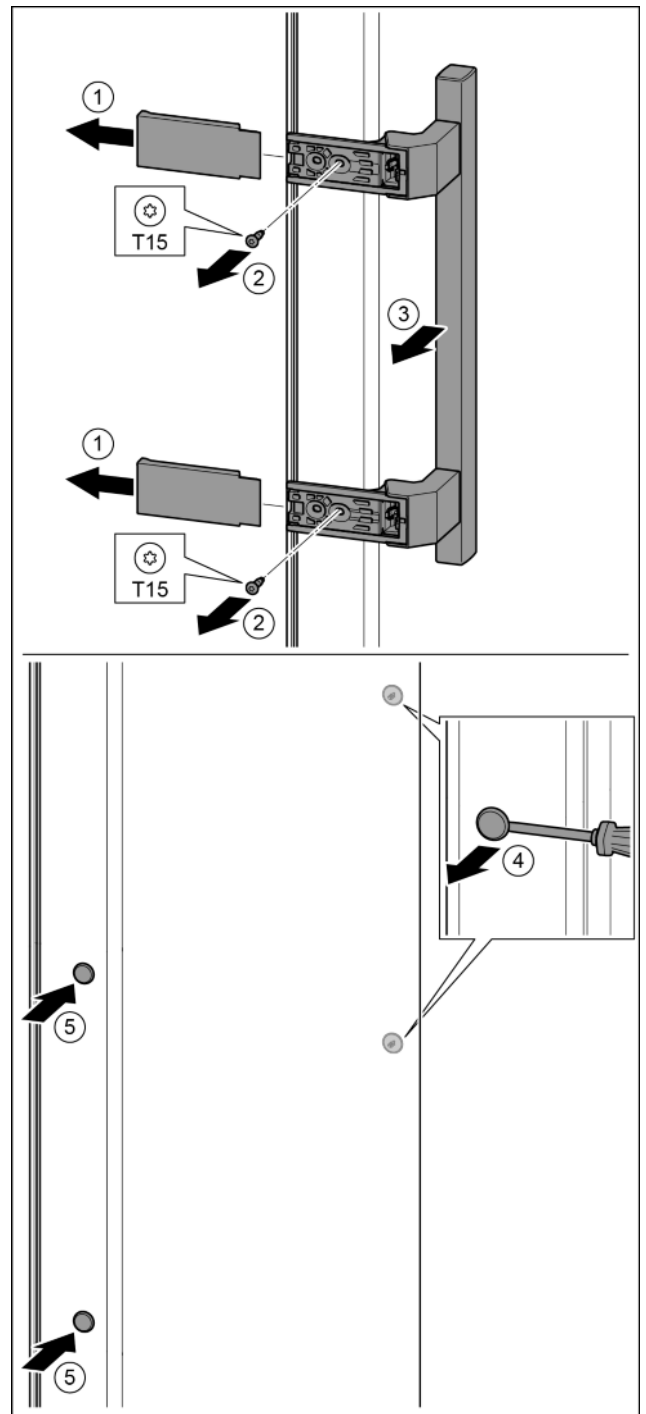

Fig. 38
- ▶ Húzza le a fedelet. *Fig. 38 (1)*
- ▶ T15 csavarhúzóval tekerje ki a csavarokat. *Fig. 38 (2)*
- ▶ Vegye le a fogantyút. *Fig. 38 (3)*
- ▶ Az oldalsó dugókat egy csavarhúzóval óvatosan emelje meg és húzza ki. *Fig. 38 (4)*
- ▶ A dugókat helyezze be a másik oldalon. *Fig. 38 (5)*